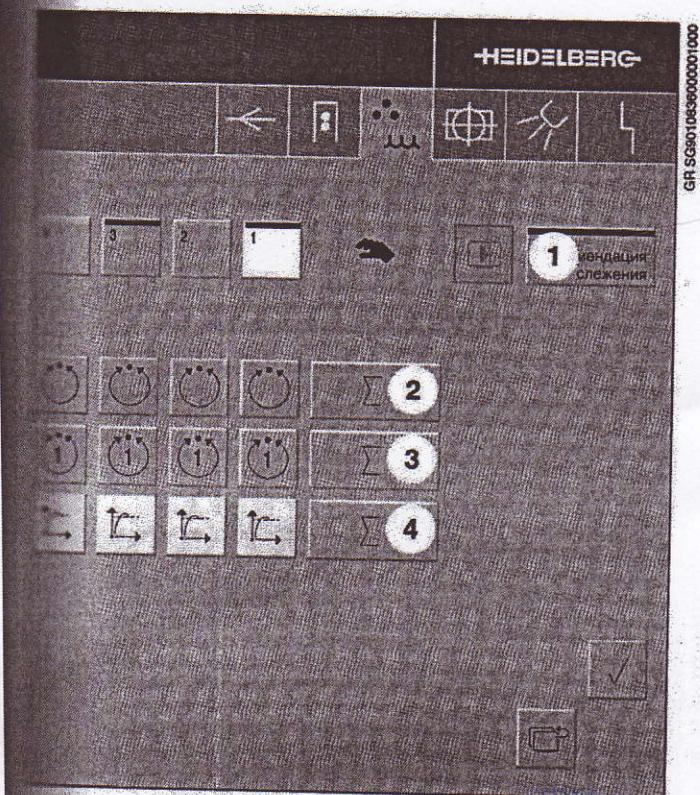

Рис. 76
- Рекомендация слежения (Рис. 76/1)
- Автоматика слежения (Рис. 76/2)
- Управление слежением (Рис. 76/3)
- Ускоритель краски вкл./выкл. (Рис. 76/4)